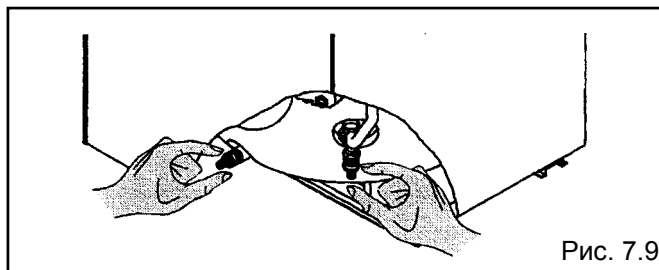

Рис. 7.9
- закройте отсежные вентили змеевика и подачи холодной воды и слейте из них воду (рис. 7.9).